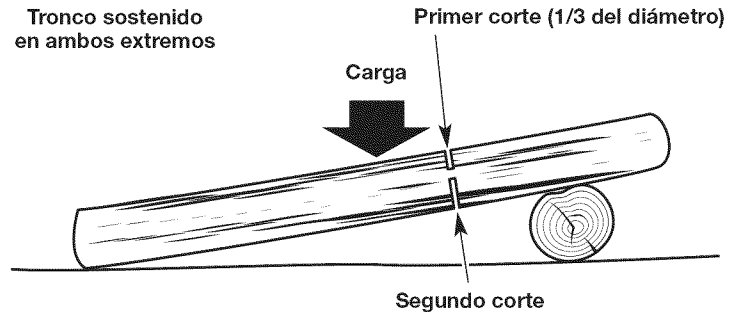

Fig. 18
- Si el tronco está sostenido en dos extremos (Fig. 18), haga el primer corte desde el lado de arriba (tronzo desde arriba). Consulte *Tronzo desde arriba*.